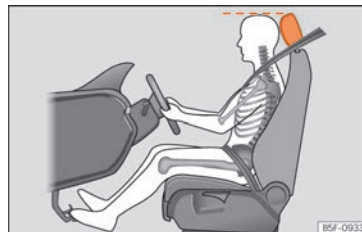

Fig. 88 Posición correcta del apoyacabezas del conductor.
- Ajuste longitudinalmente el asiento de forma que pueda pisar a fondo los pedales del freno, del embrague y del acelerador con las rodillas ligeramente dobladas » » fig. 88.